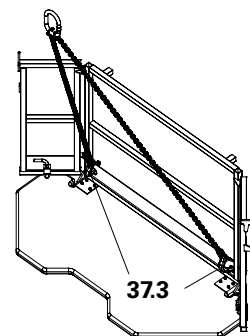

Fig. B2.19
2. Fissare la piattaforma angolo esterno alla gru (37.3) e posizionarla. (Fig. B2.19)